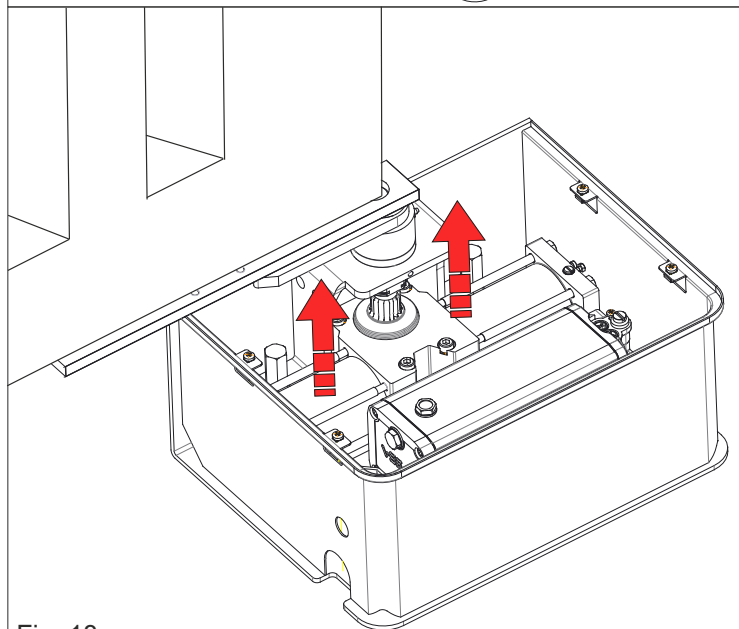

Fig. 18
5.3. Til de operator op en steek zijn as in de as van de kast (Fig. 18).